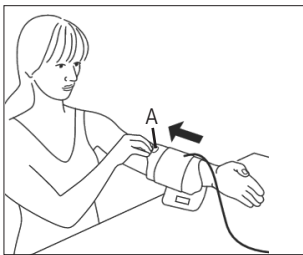

Fig. 1
- Măsurarea trebuie efectuată pe brațul gol. Dacă manșeta este complet desfăcută, introduceți capătul manșetei prin brida din metal, astfel încât să se formeze un laț. Sistemul de închidere cu arici trebuie să se afle pe partea exterioră. Prindeți manșeta de clapeta de prindere A (consultați fig. 1) și trageți-o pe braț.